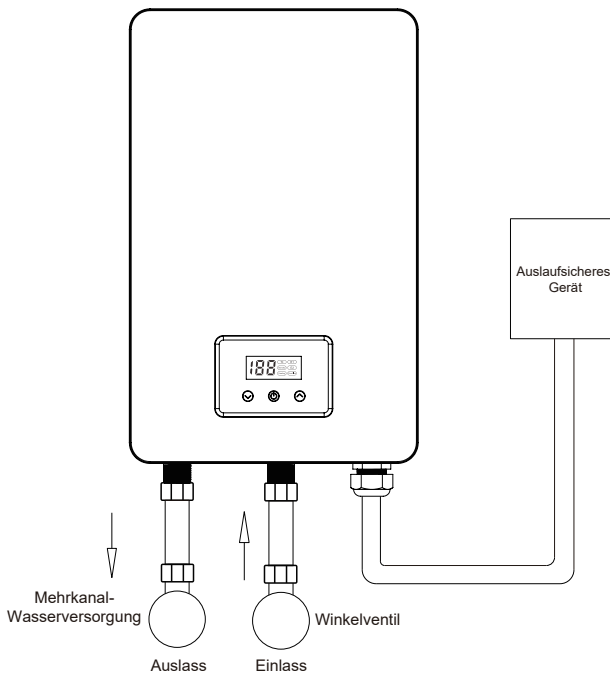

Figur 6
- 4.3. Leitungsanschluss des Durchlauferhitzers: Öffnen Sie die Außenschale des Durchlauferhitzers, verbinden Sie nacheinander die Enden von Feuerdraht 1, Feuerdraht 2 und Feuerdraht 3 mit den Verdrahtungslöchern des Durchlauferhitzer-Anschlusscodes: L1, L2, L3, und verbinden Sie dann den Erdungsdraht mit dem Erdungsdraht-Verdrahtungsloch der Anschlusssäule (siehe Figur 6).